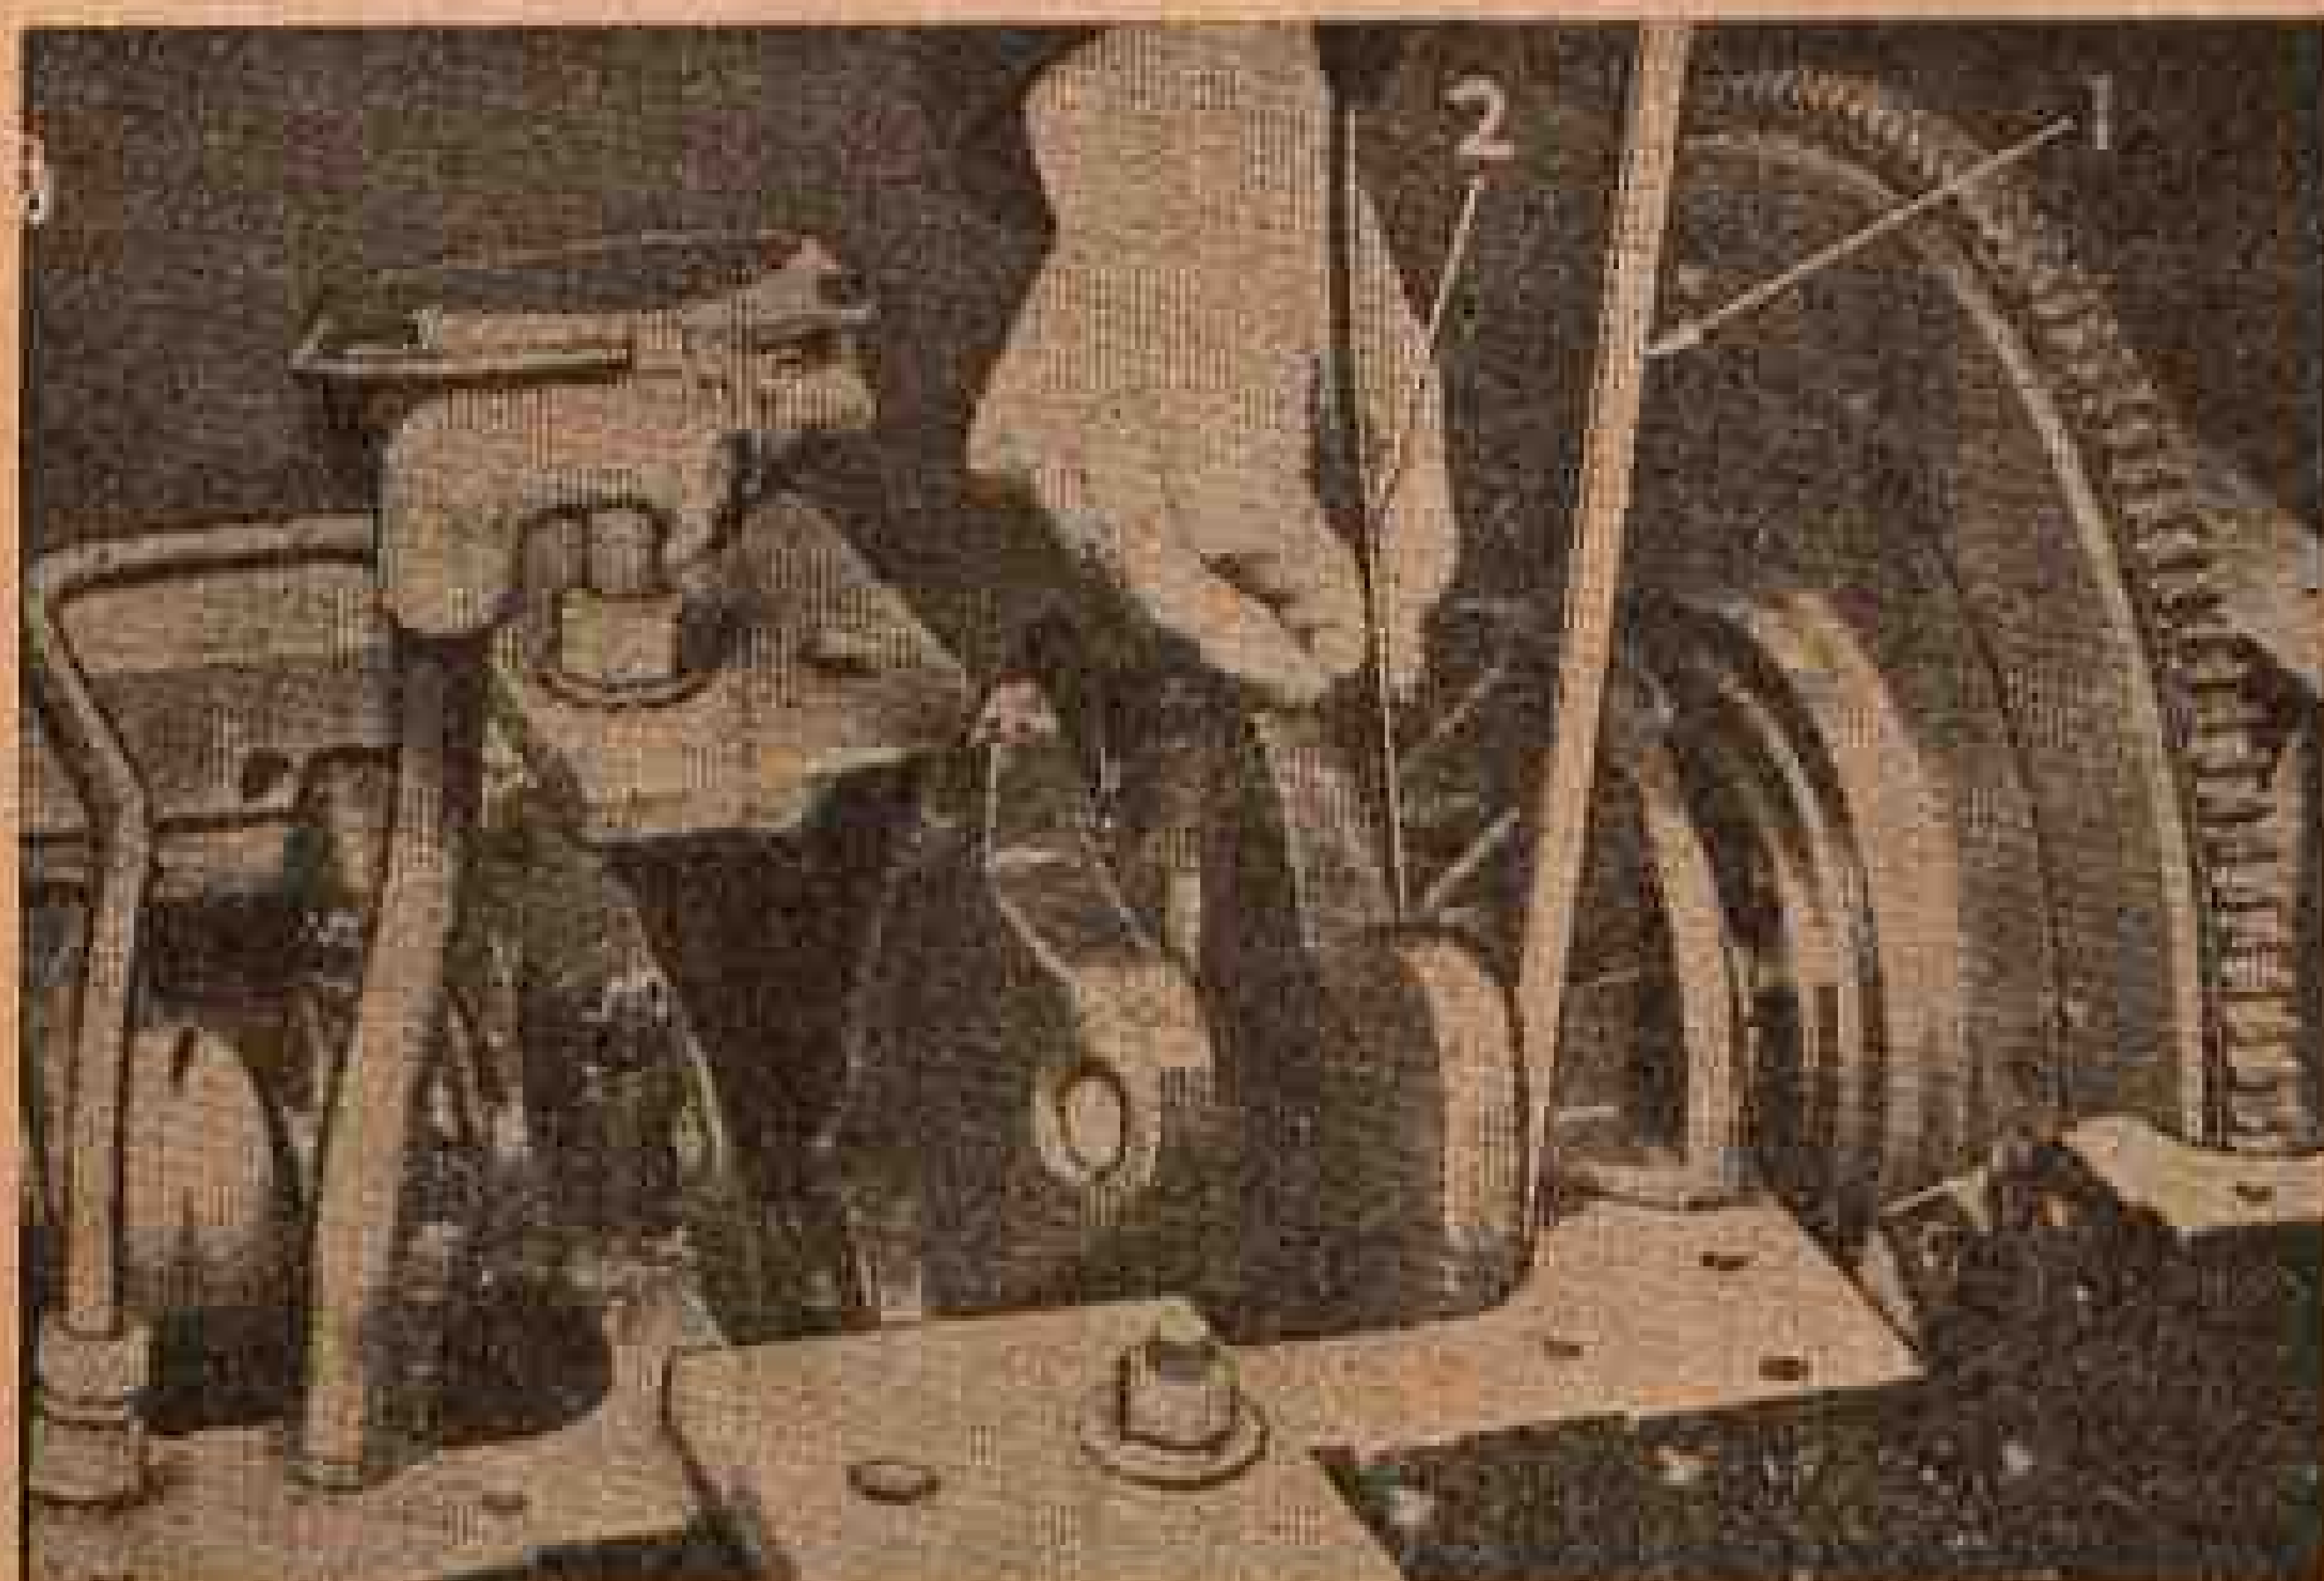

Fig. 344 — Verificação da folga da ponta do eixo de manivelas com o calibrador. 1 — Alavanca de forçar. 2 — Calibrador.
a) Verificação da folga na ponta do eixo de manivelas — A folga da ponta do eixo de manivelas torna-se excessiva quando os mancais de encôsto estão gastos. Escuta-se nessa eventualidade uma batida irregular e aguda. Essa folga deve ser apenas de uns tantos milésimos de polegada (consultar os Manuais de Instruções dos fabricantes) e pode ser medida forçando o eixo de manivelas o mais possível para a esquerda e depois medindo a folga com um calibrador (fig. 344).